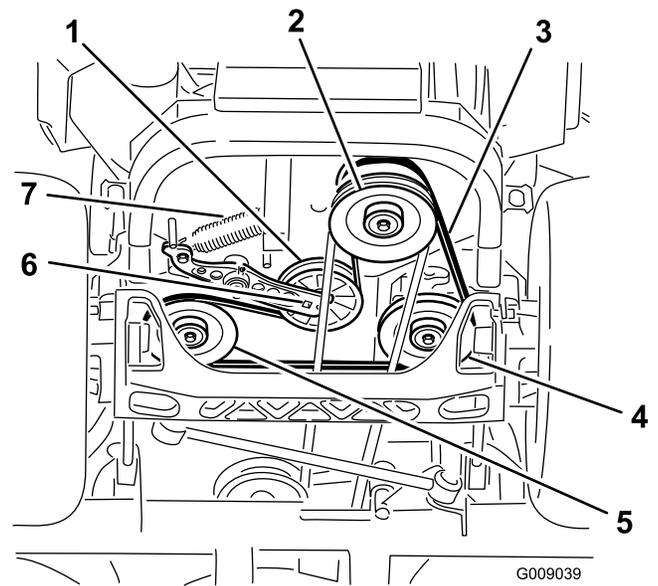

Figure 90
4. Soulevez la machine sur des chandelles (Figure 90).
5. Insérez un rochet dans le trou carré du bras de la poulie de tension pour déposer le ressort de la poulie de tension (Figure 90).
6. Décrochez le ressort de tension sur le cadre (Figure 90).
9. Insérez un rochet dans le trou carré du bras de tension pour installer le ressort de la poulie de tension sur le cadre (Figure 90).